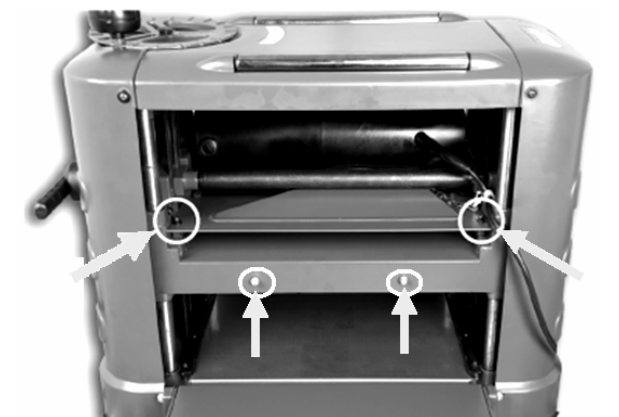

Рис. 4
10.3. Для работы строгальной машины настоятельно рекомендуем использовать систему принудительного удаления древесной стружки (см. п.11.6.). При работе с системой принудительного удаления древесной стружки установите пылеотводный патрубок (16), для чего демонтируйте винты крепления, Рис. 4, установите и винтами крепления закрепите пылеотводный патрубок (16).